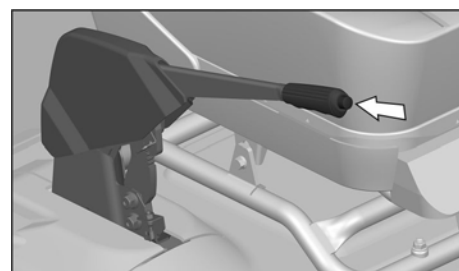

Рис. 5.8. Рычаг стояночного тормоза
**28** – рычаг стояночного тормоза. Для затормаживания автомобиля необходимо потянуть рычаг (рис. 5.8) вверх; при этом, если включено зажигание, на комбинации приборов загорается прерывистым светом сигнализатор. Для рас-